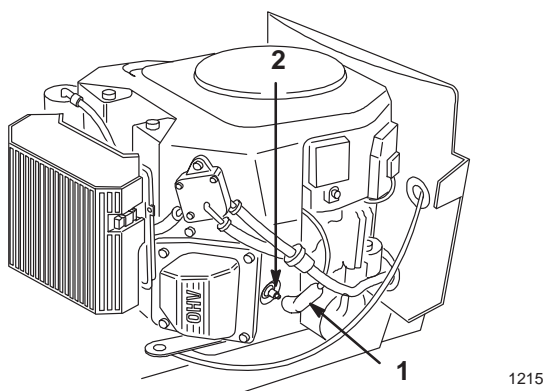

Figure 23
3. Débrancher le(s) fil(s) de la/des bougies (Fig. 23). Nettoyer tout autour des bougies pour ne pas introduire dans le moteur de la saleté qui risque de l'endommager.
3. Reconnecter les fils des bougies (Fig. 23).